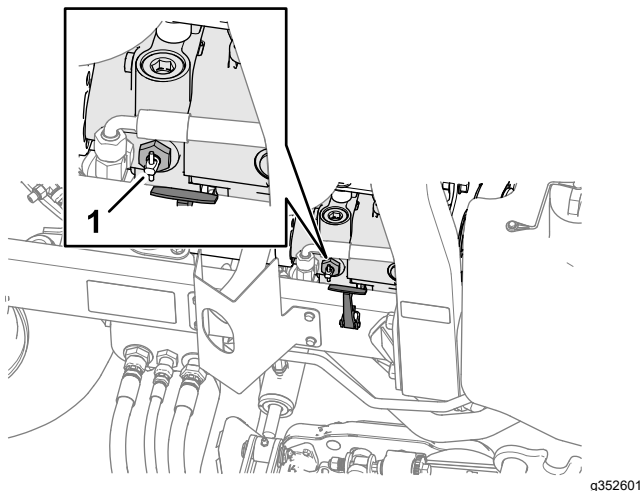

Bild 48
2. Drehen Sie den Griff des Sicherheitsventils an der Pumpe in der Nähe des rechten Haubenriegels um 90° (Bild 48).